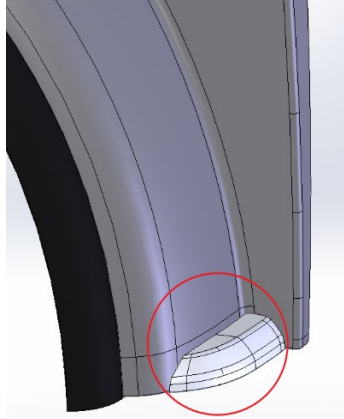

Figure 1 – Support de garde-boue OEM
12. Desserrez le support d'aile OEM sur le camion (voir figure 1).